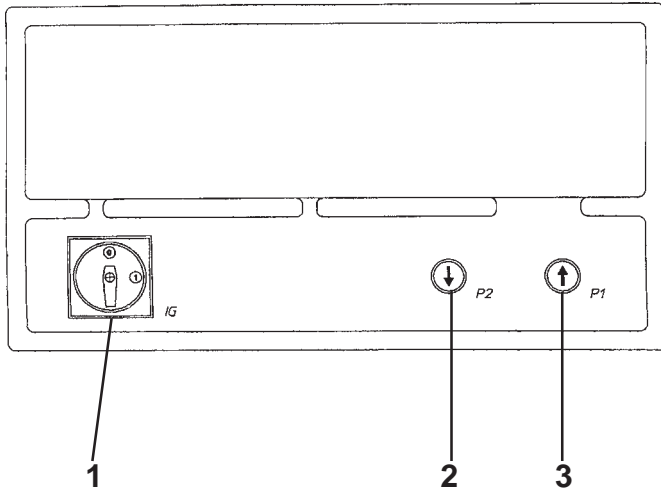

Fig. 29
Salita. (Rif. Fig.29) Interruttore generale (1) in posizione 1. Premere il pulsante di salita (3) fino al raggiungimento dell'altezza voluta.
Up. (Ref. Fig. 29) Main switch (1) in position 1.
Heben. (Zu Abb. 29). Hauptschalter (1) in Schaltstellung "1" setzen. Die Taste "Heben" (3) drücken, bis die gewünschte Höhe erreicht wird.
Montée. (Réf. Fig. 29) Interrupteur principal (1) sur la position 1. Appuyer sur le bouton-poussoir de montée (3), jusqu'à obtention de la hauteur souhaitée.
Subida. (Ref. Fig.29) Interruptor general (1) en posición 1.